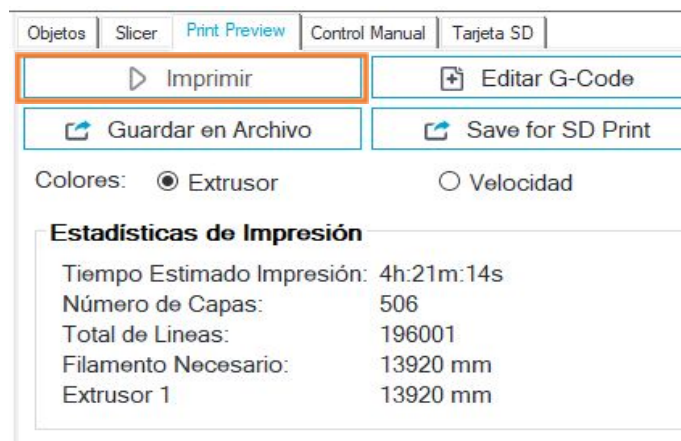
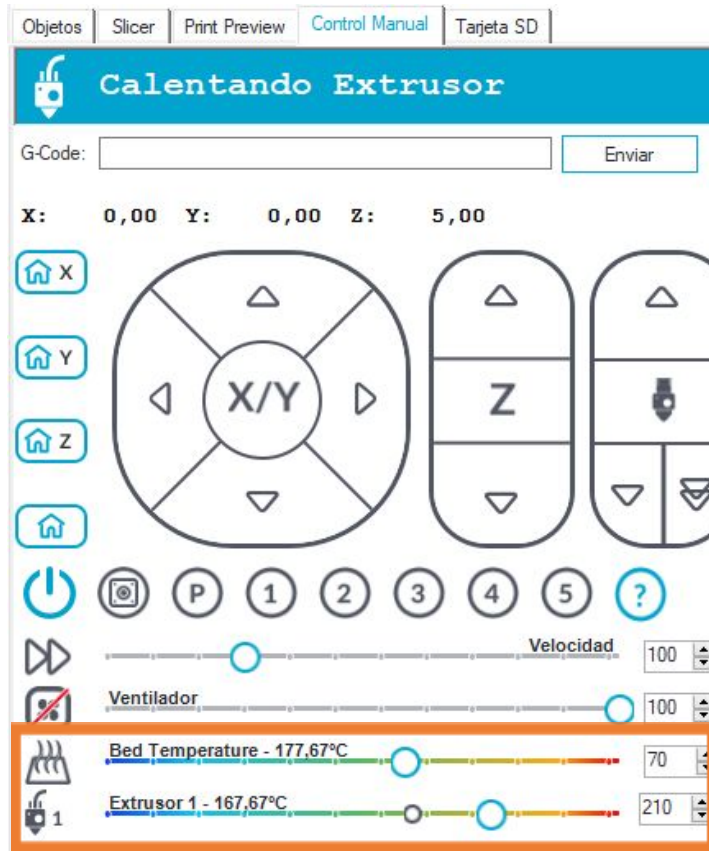

Figura 34. Botón para iniciar el proceso de impresión
Figura 35. Calentando cama y hotend.
4. Cuando el slicer haya terminado, el proceso continuará en la pestaña de **"Print Preview"**, en la cual podemos iniciar la impresión dando click en el botón **"Print"**. (Ver figura 34). Al comenzar la impresión el hotend y la cama se habilitarán para empezar a calentar, (Ver figura 35 recuadro naranja) alcanzando las temperaturas establecidas en los perfiles de impresión seleccionados. (Ver figura 35 ).